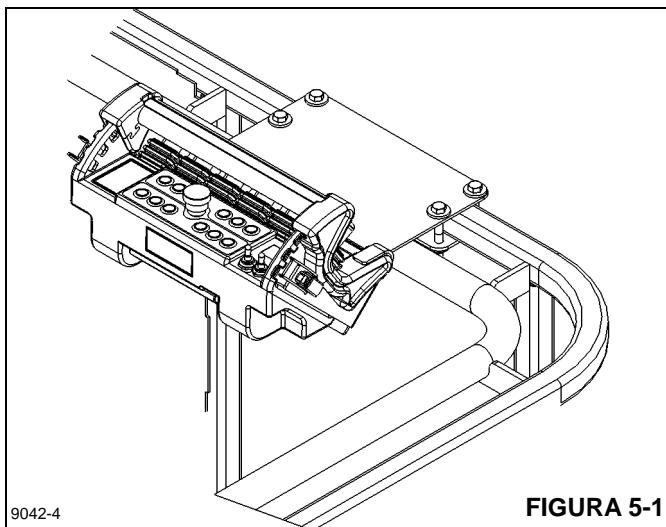
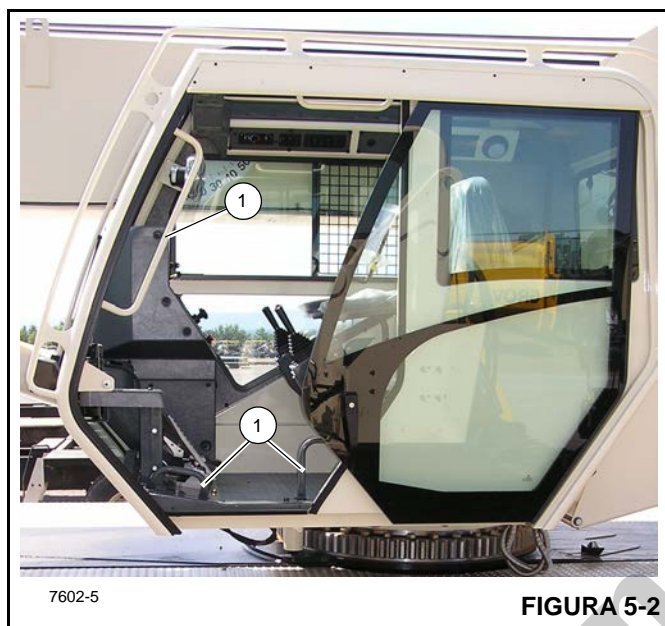

FIGURA 5-1
FIGURA 5-2
dois sistemas de controle separados — Controles da plataforma do elevador (primários) (Figura 5-1) e Controles de solo (secundários) (Figura 5-2).
Os controles de solo do equipamento estão localizados na Estação de controle de solo (cabine do operador) (Figura 5-2) e são usados para funções do equipamento.
6. Prenda o controle remoto por rádio da plataforma superior ao suporte de montagem fixado nos corrimãos da plataforma (consulte a Figura 5-1).